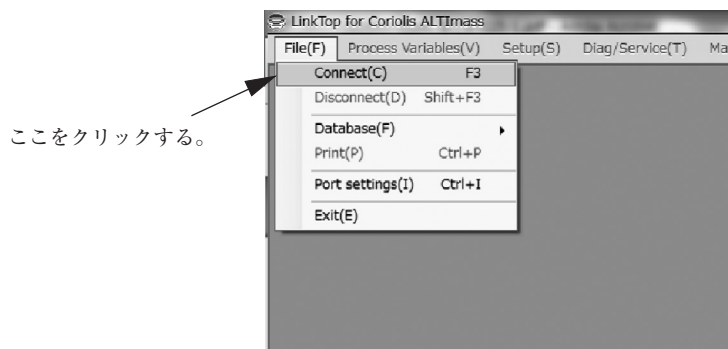

図7
- ⑤ 図7のような画面が開いたら、画面上部メニューの、「File(F)」中の「接続(C)F3」をクリックします。